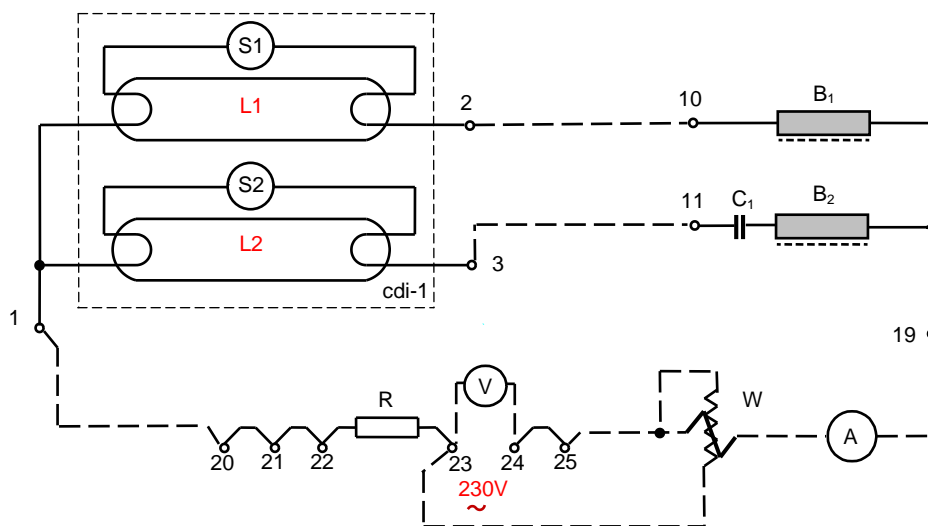

Fig. 3
2.2 Îngroșați pe schema din Fig.3 legăturile care trebuie realizate pentru a forma montajul cu balast capacitiv. Executați montajul.